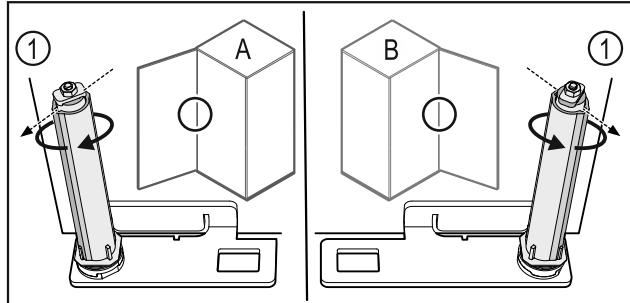

Fig. 60 Μεντεσέδες αριστερά (A) / Μεντεσέδες δεξιά (B)
- ▶ Περιστρέψτε το σύστημα κλεισίματος κόντρα στην αντίσταση, μέχρι ο κορμός του συστήματος κλεισίματος Fig. 60 (1) να είναι στραμμένος προς τα έξω.